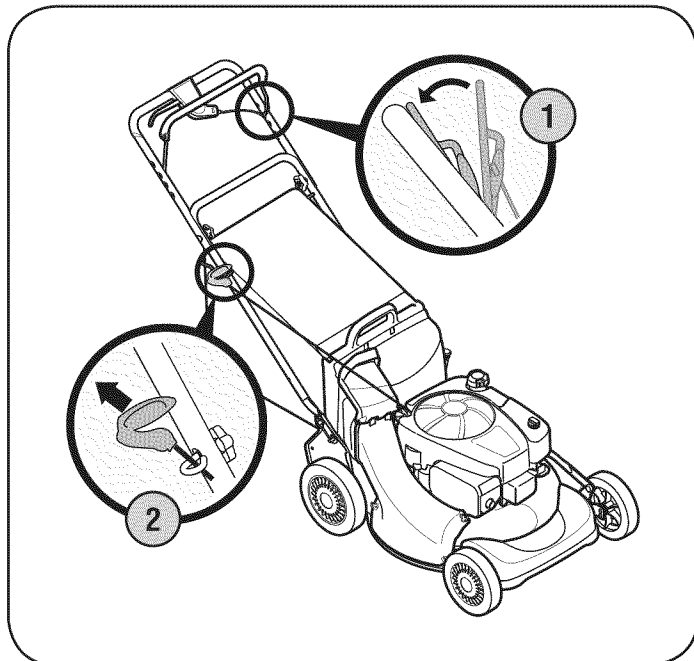

Figura 11
1. Colóquese detrás de la podadora, apriete la manija de control de la cuchilla y sosténgala contra la manija superior. Vea la Figura 11.
2. Sostenga firmemente las dos manijas juntas, tome la manija del arrancador de retroceso y tire de la cuerda para sacarla con un movimiento rápido y continuo. Vea la Figura 11. Mantenga firme la manija del arrancador, deje que la cuerda regrese lentamente al arrancador. Repita hasta que el motor esté en marcha. Deje que la cuerda se enrosque lentamente de regreso.